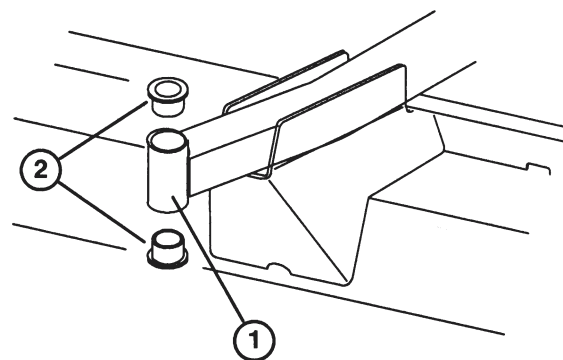

Figure 15
4. Introduire le chasse-goupille en haut ou en bas du tube de montage et chasser la bague du tube (Fig. 15). Chasser aussi l'autre bague. Nettoyer l'intérieur du tube de montage.